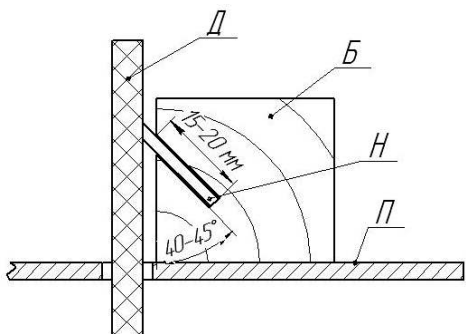

Рис.12
#### **4.7. Заточка инструмента, резка материалов (Рис.12)**
**4.7.2.** Для заточки ножей изготовить деревянный брусок (Б) с прорезью 40-45 град. на глубину 20 -30мм, в зависимости от ширины ножей, как показано на Рис. 12.
- вынуть из стенок корпуса подающий вал (23) вместе с опорами;